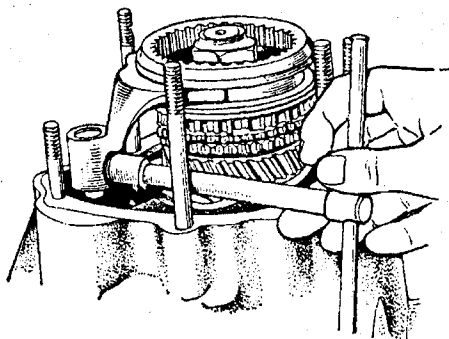

Рис. 3.17. Отворачивание стопорного болта вилки пятой передачи
- стопором (рис. 3.16) застопорить шестерни пятой передачи (если нет стопора – включить передачу заднего хода, для этого надо вынуть шплинтовочную проволоку из головки стопорного болта вилки пятой передачи и вывернуть стопорный болт (рис. 3.17). После этого нужно вручную включить пятую передачу);